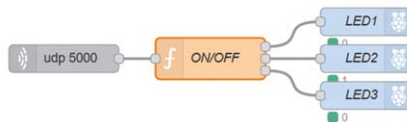

Figure 9.9 Programme de flux du projet
Programme de flux Node-RED : La figure 9.9 montre le programme de flux qui se compose de 5 nœuds : a **udp dans** nœud pour recevoir des paquets UDP du téléphone mobile, un nœud de fonction avec 3 sorties- met à formater les données reçues pour contrôler les 3 LED, et 3 **rpi gpio out** les nœuds qui sont connectés aux LED.
- Rejoindre tous les nœuds comme dans la figure 9.9 et cliquer **Déployer**.